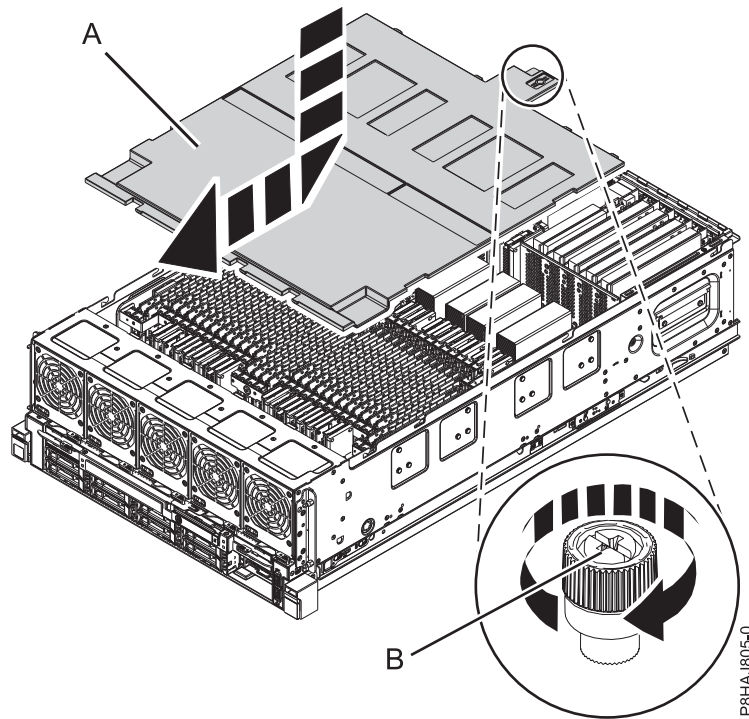

Abbildung 42. Sicherheitsabdeckung wiedereinbauen
2. Schieben Sie die Sicherheitsabdeckung (A) in Richtung Chassis.
3. Ziehen Sie die Rändelschraube (B) fest, indem Sie sie in die in Abb. 42 auf Seite 53 gezeigte Richtung drehen, um die Sicherheitsabdeckung am Chassis zu sichern.